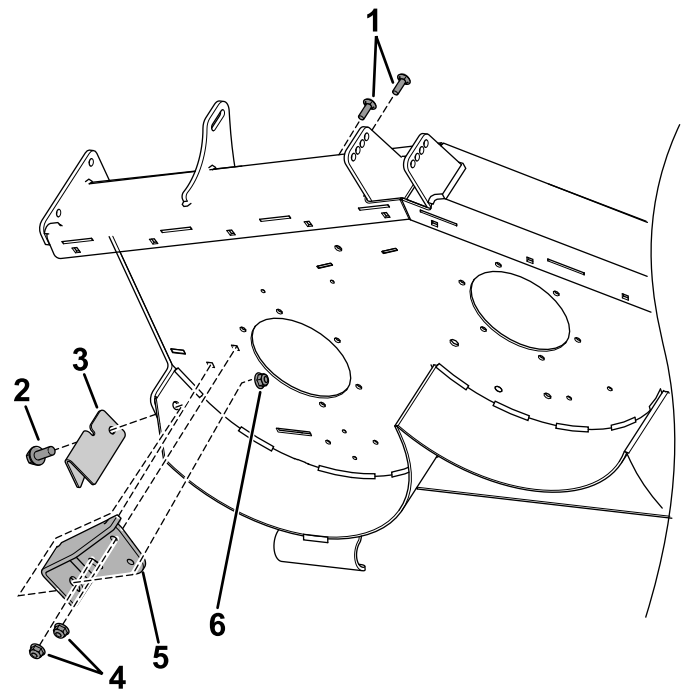

**Bild 9**
2. **Für 91 cm und 152 cm Mähwerke:** Installieren Sie das Ablenklech mit den eckigen Kanten mit geeigneten Befestigungsmitteln, wie in Bild 9 dargestellt.